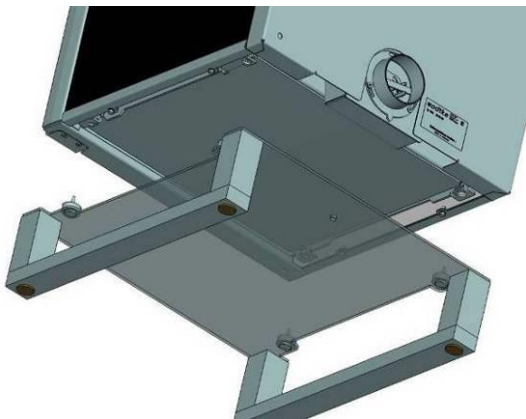

Fig. 4 Positionnement de l'adaptateur au sol
3. Placer le corps du Poêle sur la console / l'adaptateur de sol (Fig. 4), châssis en alu à titre d'exemple). Positionnez pour cela les trous de pied situés sous le corps sur les goupilles de support de la console / de l'adaptateur de sol.